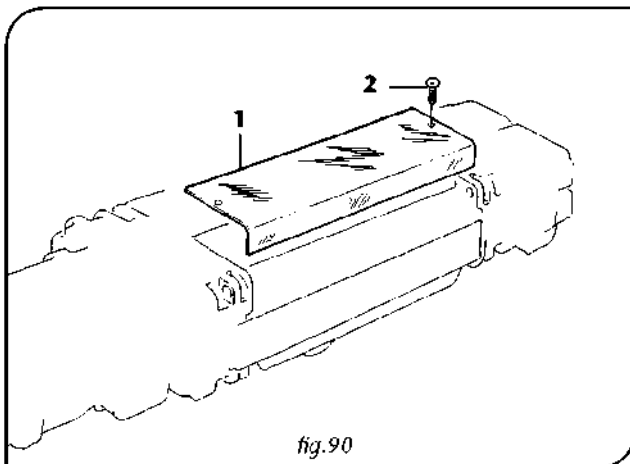

fig.90
2. Usunąć osłonę zabezpieczającą -1- tylko po stronie wyłącznika krańcowego poprzez odkręcenie śrub -2- (rys. 90).